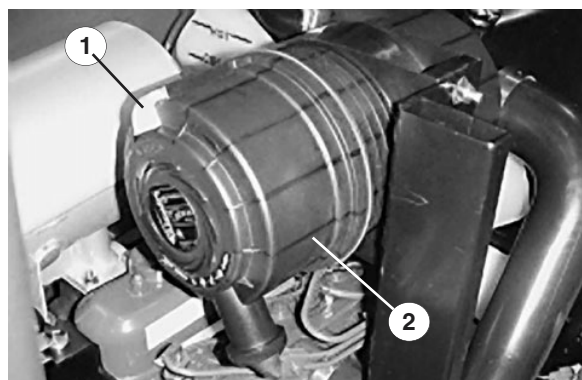

Figure 19
1. Tirez le verrou vers l'extérieur et tournez le couvercle du filtre à air dans le sens anti-horaire. Enlevez le couvercle (Fig. 19) et nettoyez l'intérieur.